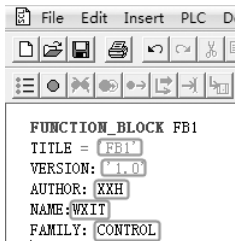

图 7-5 插入注释的模板
- 3) 在第一行下面插入注释。这一步可以不做。单击菜单中的“Insert”→“Block Template”→“Comment”，如图 7-5 所示。图中的圆角方框中的内容已经做了修改，因为是注释，不修改也不会影响结果。